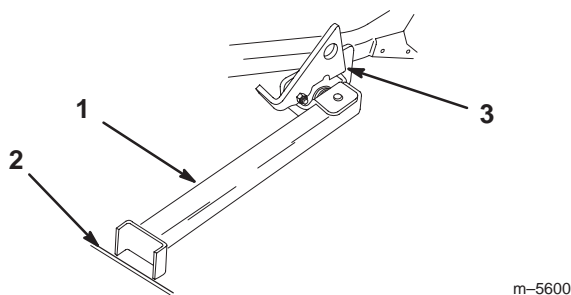

Figure 30
4. Posez le pied du support sur le sol et appuyez le verrou sur la languette de pivot (Fig. 30).
Remarque : Pour de meilleurs r sultats, placez le pied du support dans des anfractuosit s du trottoir ou du gazon (Fig. 30).
6. Montez la machine sur le support. Arr tez-vous quand le verrou retombe sur la languette en position verrouill e (Fig. 30). Une fois la machine sur le support, serrez le frein de stationnement et coupez le moteur.